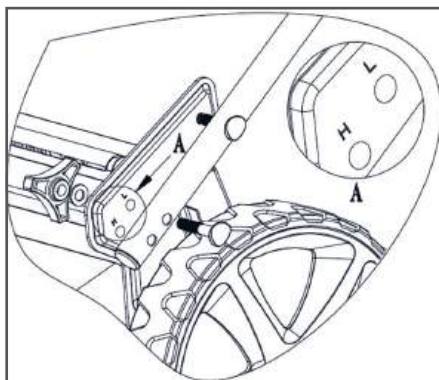

рис. 26
- Положение рукоятки может быть отрегулировано при помощи изменения позиции болтов крепления нижней рукоятки как показано на рис. 26. Отверстие Н используйте для более высокого положения рукоятки, отверстие L для низкого положения рукоятки